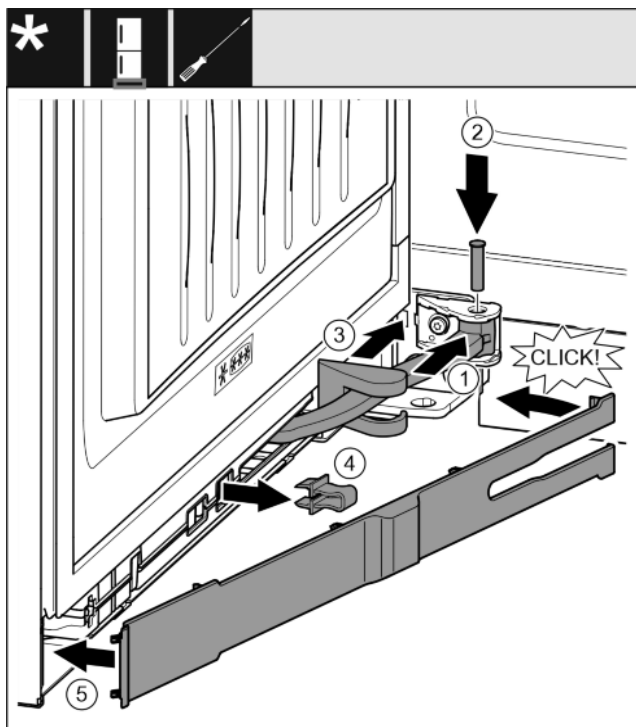

Fig. 37
- ▶ Przegub obrócić w mocowaniu. Fig. 37 (1)
- ▶ Przy pomocy śrubokręta T15 sworzeń umieścić w mocowaniu i przegubie. Przy tym zwrócić uwagę, aby krzywka zatraskowa została prawidłowo umieszczona w rowku. Fig. 37 (2)
- ▶ Osłonę płytki zawiasu przesunąć wzdłuż przegubu i zamontować nad mocowaniem. Fig. 37 (3)
- ▶ Zdjąć zabezpieczenie. Fig. 37 (4)
- ▶ Zaślepkę założyć od strony uchwytu i przechylić. Fig. 37 (5)